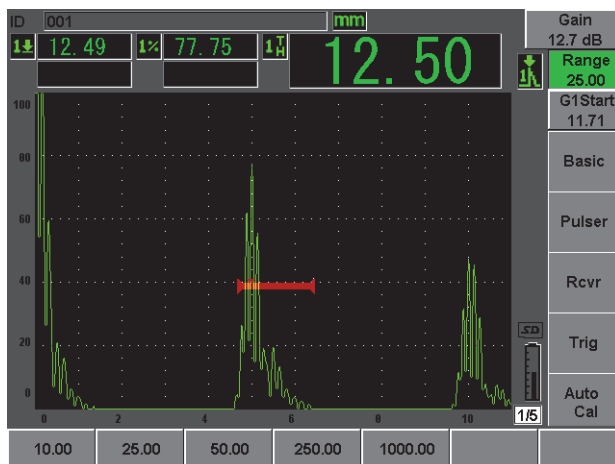

Figura 2-17 Valore della scala
16. Premere il tasto **[RANGE]** (scala) ed in seguito regolare la scala della schermata al valore desiderato (vedi Figura 2-17 alla pagina 47).